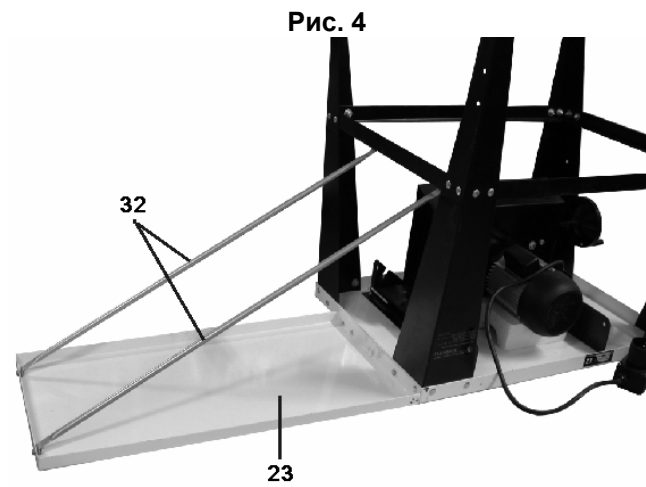

Рис. 4
8.1.10. Установите штанги (32) крепления дополнительной плиты (23) с помощью четырех винтов М6 с круглой головкой, шайб и гаек, Рис.4.